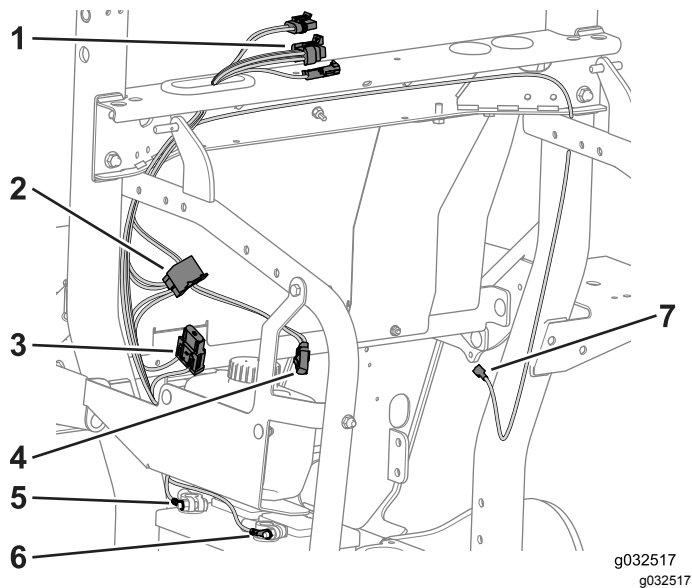

Figura 38
1. Enrute los 3 conectores de la cabina por el anillo de goma (Figura 38).
2. Enrute el cable eléctrico auxiliar a través del soporte del bastidor, hacia abajo por el tubo del ROPS y hacia los controles del operador (Figura 38).
- Enrute los cables rojo y negro de calibre 10 a lo largo del tubo del ROPS en el lado izquierdo del bastidor y hacia la batería (Figura 38).